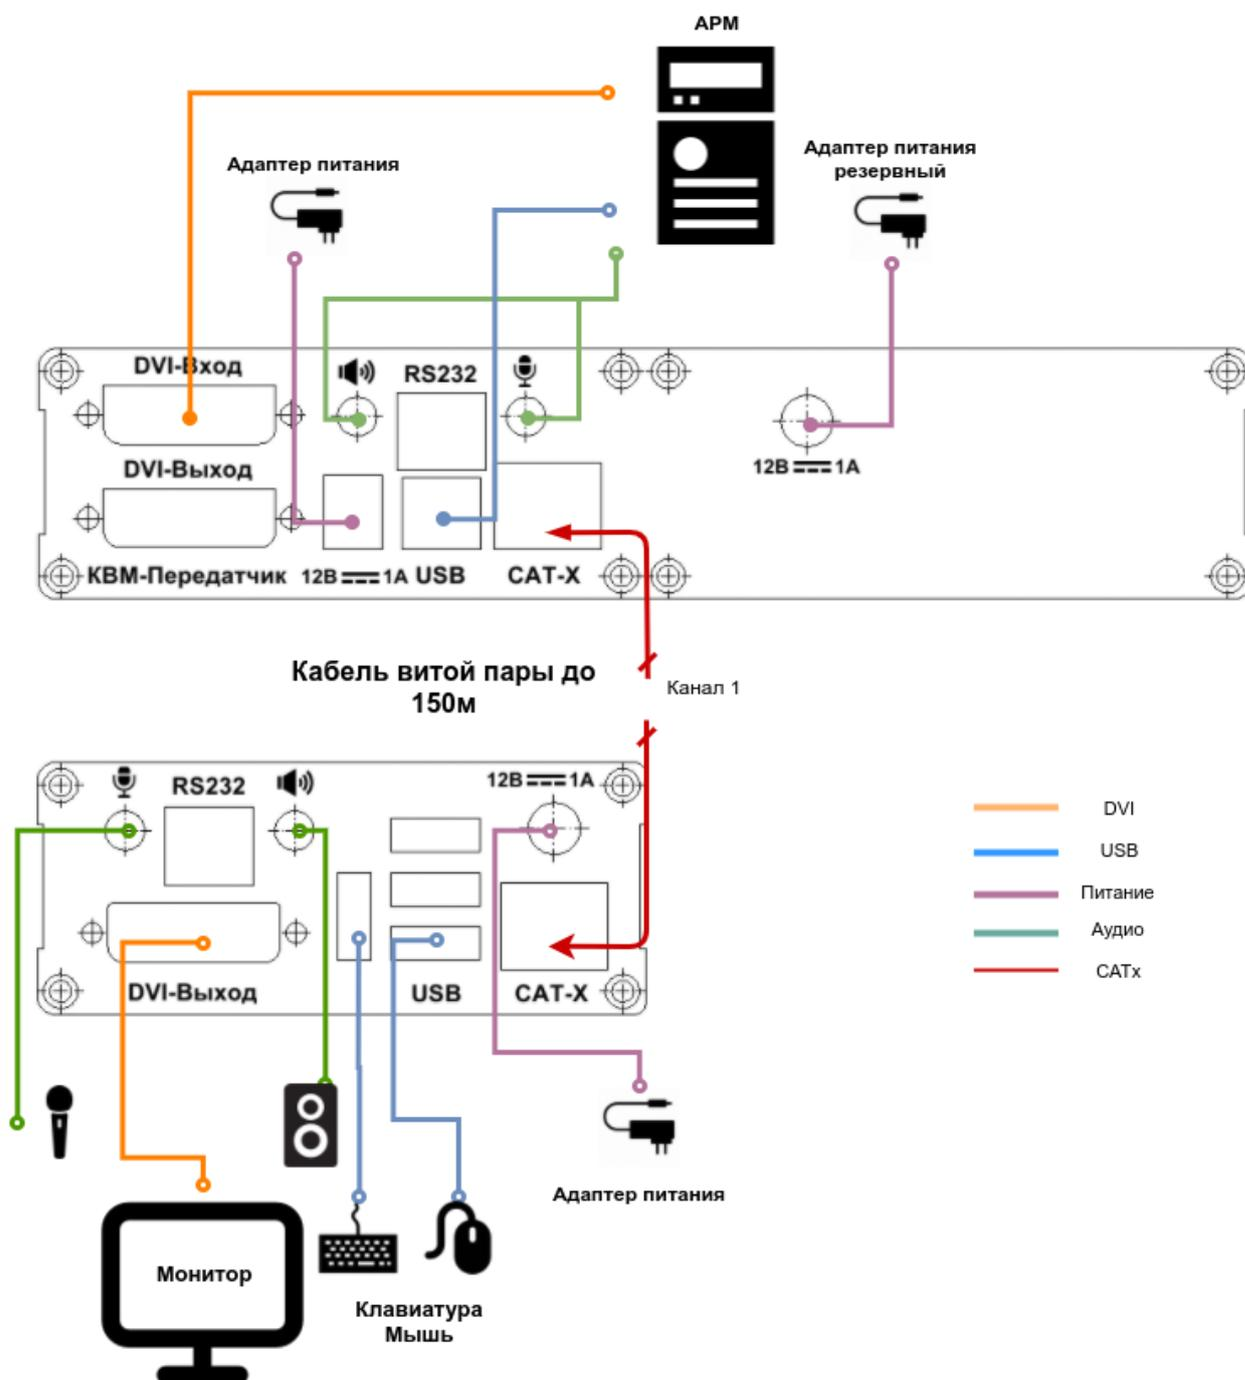

Рис. 1. Схема подключения кабелей
2. Подключите необходимые кабели (USB, Audio, Video) к портам приемника и передатчика согласно «Схеме подключения» (рис. 1).
Подключите все кабели от компьютера и монитора к Изделию, как это показано на следующей схеме (рис. 1). Соедините приемник и передатчик.